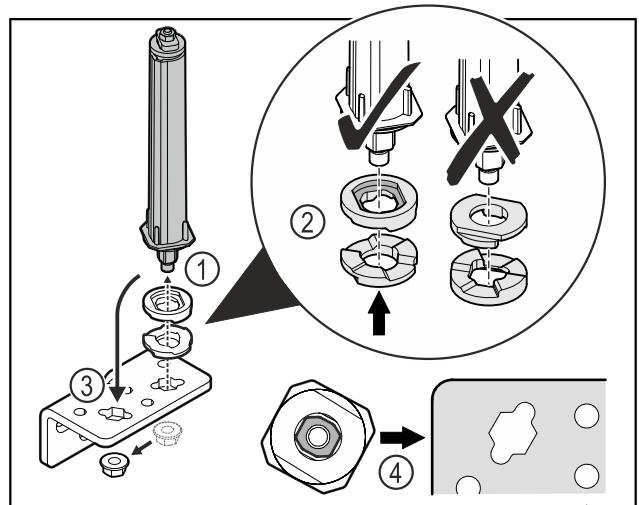

Fig. 29
- ▶ Desserrer l'écrou et retirer le système de fermeture de porte Fig. 29 (1).
- ▶ Veiller à ce que les rondelles de réglage de la hauteur soient correctement orientées Fig. 29 (2).
- ▶ Mettre le système de fermeture de la porte dans l'autre trou de l'équerre de charnière et le fixer avec l'écrou Fig. 29 (3).
- ▶ Lors de la mise en place, veiller à bien orienter le système de fermeture de porte Fig. 29 (4).